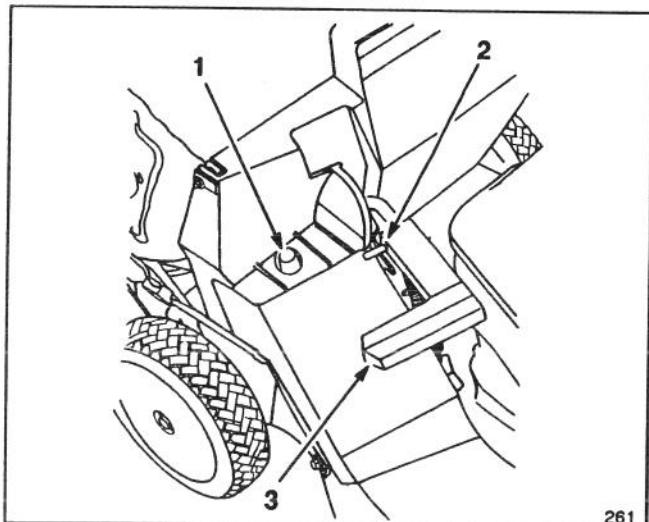

Figure 12
2. Vérifier que la poignée de l'éjecteur se trouve à fond vers l'avant et que le goujon de verrouillage soit bien engagé dans son logement (Figure 12).
3. INSTALLATION DU SAC— Amener le trou du support du sac sur l'ergot de retenue du carter de la tondeuse (Fig. 12) et fixer l'arrière du cadre sur le mancheron inférieur.
5. VIDAGE DU SAC – Arrêter le moteur et attendre l'arrêt complet de toutes les pièces en mouvement. Soulever la poignée de la porte de l'éjecteur et la pousser vers l'avant jusqu'à ce que l'ergot de verrouillage s'encliquette (Fig. 12). Saisir les poignées avant et arrière du sac pour le soulever hors de la ton-